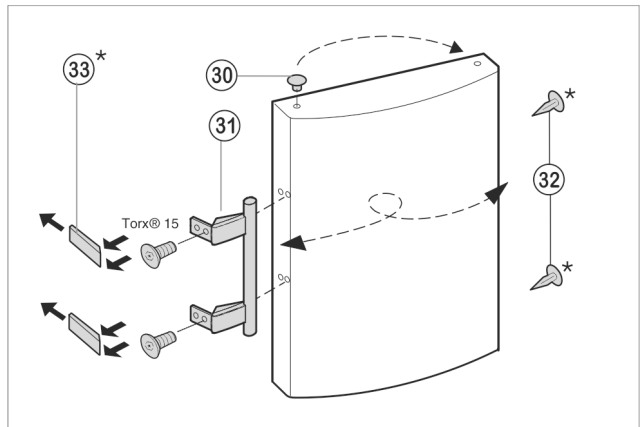

Fig. 8
- ▶ Витягніть пробки Fig. 8 (30) із втулок на дверцятах і переставте їх.
- ▶ Зніміть ручки дверцят Fig. 8 (31), пробки Fig. 8 (32) та пластини Fig. 8 (33) і переставте на протилежний бік.